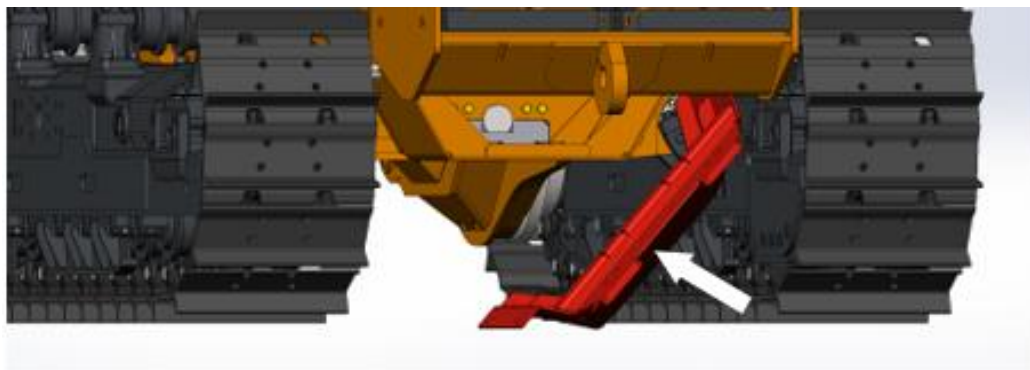

Рисунок 5.38. Откидывающаяся крышка передней брони
- ▶ Открыть крышку передней брони для удобства доступа и слива охлаждающей жидкости, рис. 5.38.